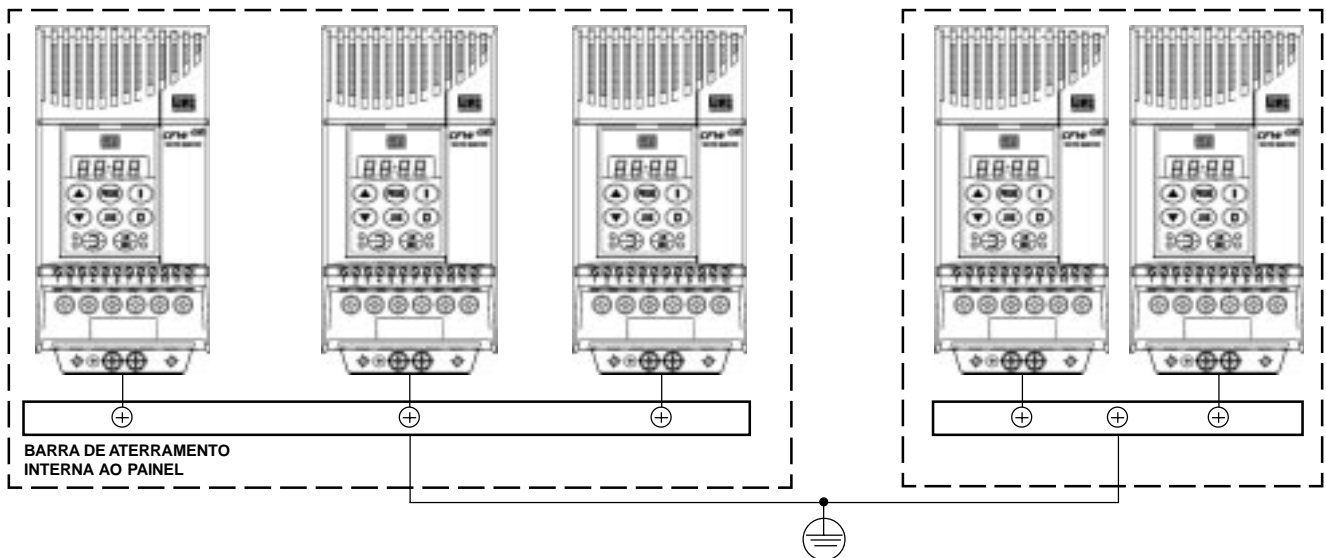

Figura 3.5 - Conexões de aterramento para mais de um inversor
Os inversores devem ser obrigatoriamente aterrados a um terra de proteção (PE). A conexão de aterramento deve seguir as normas locais. Utilize no mínimo a fiação com a bitola indicada na Tabela 3.3. Conecte a uma haste de aterramento específica ou ao ponto de aterramento geral (resistência 10 ohms). Não compartilhe a fiação de aterramento com outros equipamentos que operem com altas correntes (ex.: motores de alta potência, máquinas de solda, etc). Quando vários inversores forem utilizados observar a Figura 3.5.